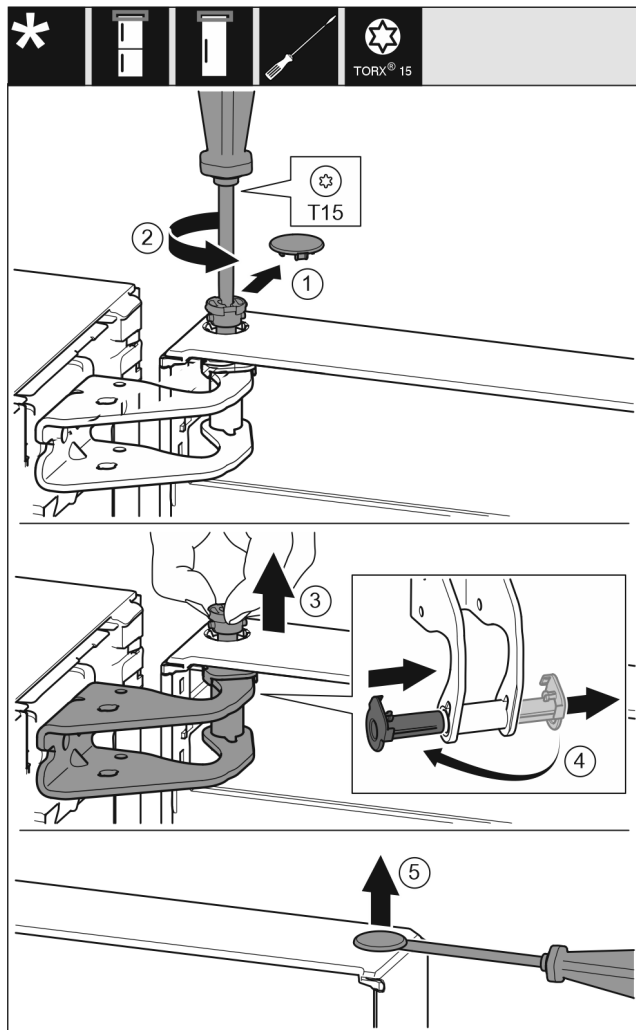

Fig. 10
- Estrarre con cautela la copertura di protezione. Fig. 10 (1)
- Con un cacciavite T15 svitare un po' il perno. Fig. 10 (2)
- Tenere ferma la porta ed estrarre il perno con le dita. Fig. 10 (3)
- Estrarre la boccola dalla guida. Inserire dall'altro lato e innestare. Fig. 10 (4)
- Con un cacciavite a testa a intaglio sollevare con cautela i tappi a vite dalla boccola della porta ed estrarli. Fig. 10 (5)